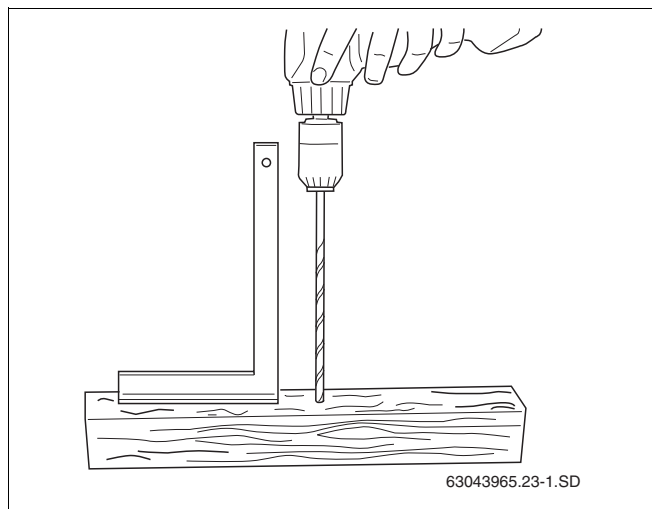

Fig. 22 Criar um gabarito de furação
- ▶ Utilize uma madeira esquadriada com um comprimento de aproximadamente 0,50 – 1,00 m. Aplique um furo de passagem (Ø 6 mm) vertical através da madeira (fig. 22).